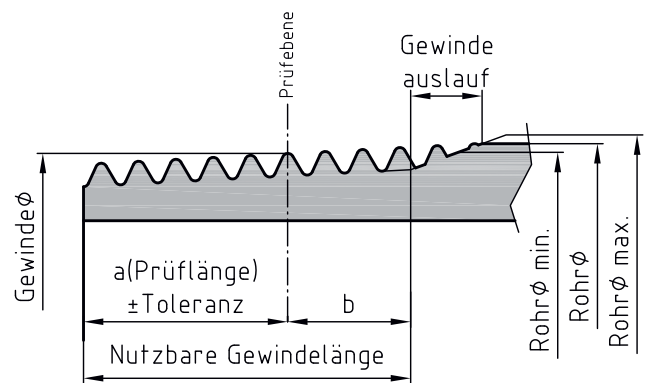
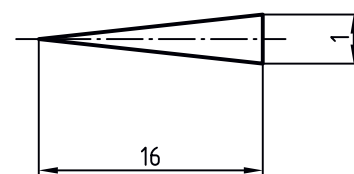
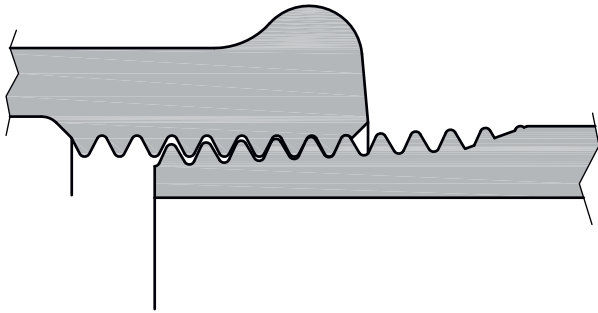
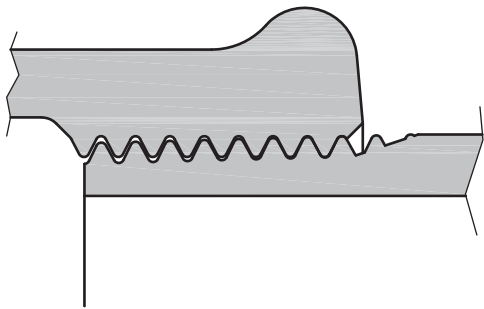

Abb. 3 Kegeliges Aussengewinde R
Abb. 4 Konizität des Aussengewindes 1:16. Das Gewindeprofil ist rechtwinkelig zur Rohrachse.
Abb. 6 Von Hand verschraubt
Abb. 7 Mit Werkzeug verschraubt
(Abb. 3) sind einige Details zu beachten. Wie schon der Name sagt, ist es kegelig (konisch) geschnitten, und zwar im Verhältnis 1:16 (Abb. 4).
- Die Prüflänge „a“ (Abb. 3) ist so festgelegt und toleriert, dass auch bei dem kleinstmöglichen Innengewindedurchmesser das Aussengewinde leicht eingeschraubt werden kann und dass das sparsam aufgetragene Dichtmittel einwandfrei in die Verbindung eingezogen wird.
- Die Anzugstrecke „b“ (Abb. 3) ist die für die Dichtung massgebende Gewindepattie. Die am Gewindegrund voll ausgeschnittene Gewindelänge hinter der Messebene ist so gewählt, dass sich auch beim grösstmöglichen Innengewindedurchmesser genügend Anzugstrecke mit dem Werkzeug ergibt, die durch den Kegel 1:16 zu einer starken Pressung zwischen den Gewinden und damit zu einer dauerhaft zuverlässigen Abdichtung führt.
Abb. 6 zeigt die Verhältnisse einer von Hand verschraubten Gewindeverbindung (z.B.: 1 Zoll). Am Aussengewinde stehen noch  $2\frac{3}{4}$  Gänge für den Anzug mit dem Werkzeug zur Verfügung (siehe Tabelle Rohrgewinde Seite 74).
Abb. 7 zeigt, Abb. 6 folgend, die nach Norm verschraubte Gewindeverbindung. Zum Ausgleich der Abgangsrichtung des Fittings (oder der Baulängen der fertig montierten Leitung) kann auch etwas weniger oder etwas mehr verschraubt werden. Die Verbindung ist trotzdem einwandfrei dicht.
- Das Ende des nutzbaren Aussengewindes (Länge a+b, siehe Abb. 3) soll mit dem Werkzeug nicht tiefer als bis zum ersten ausgebildeten Gewindegang des Innengewindes eingeschraubt werden (siehe Abb. 7), sonst kann die Dichtpressung durch den unvollständigen Gewindegrund des Aussengewindeauslaufes gefährdet werden.